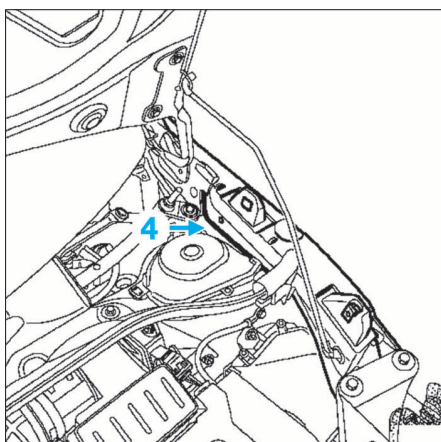

FIG. 30
- Découper l'insert gonflant (4) (Fig.30).